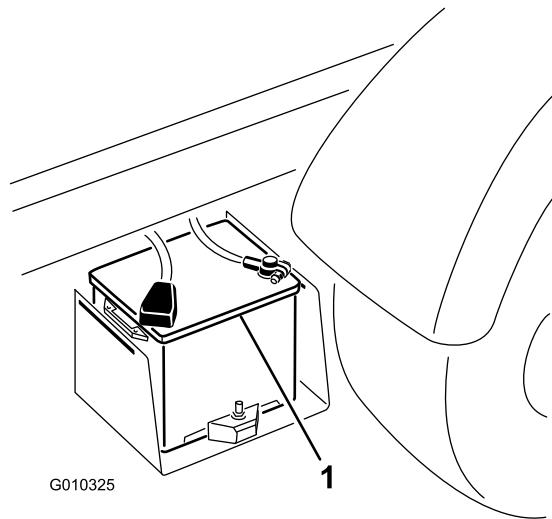

Figura 50
2. Ligue um cabo entre os terminais positivos das 2 baterias (Figura 50). O terminal positivo pode identificar-se por um sinal + na parte de cima da tampa da bateria.